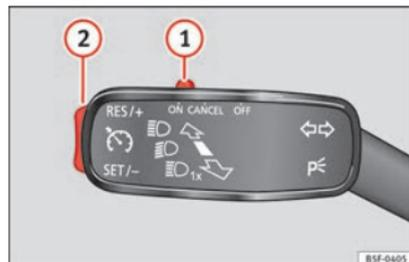

Fig. 186 Le levier des clignotants et des feux de route : touches du régulateur de vitesse.
- Déplacez le commande  » fig. 186 sur la position ON.
- Appuyez sur la commande à bascule ② » fig. 186 » page 189 pour la placer sur la position **RES**.
- Il est possible de **diminuer** la vitesse mémorisée en appuyant sur la touche ② » fig. 186 » page 189 pour la placer sur la position **SET**.
- Lorsque vous relâchez la touche à une vitesse inférieure à 30 km/h (19 mph), aucune vitesse n'est mémorisée et la mémoire est effacée. Pour la mémoriser, il faut atteindre une vitesse supérieure à 30 km/h (19 mph) et appuyer de nouveau sur la touche ② pour la placer sur la position **SET**.
Le régulateur de vitesse **se désactive temporairement** en appuyant sur la commande ① » fig. 186 » page 189 pour la placer sur la position **CANCEL**, ou en appuyant sur la pédale de frein ou d'embrayage.
- Déplacez la commande ① » fig. 186 » page 189 sur la position **OFF**.